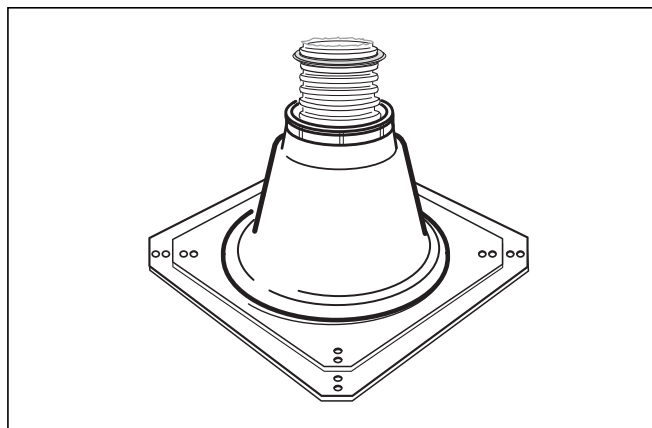

Рис. 4.33 Укороченный гибкий дымоход
- Теперь укоротите гибкий дымоход пилой или ножницами по гофру (см. рис. 4.33) таким образом, чтобы четыре-пять гофров выступали из края основания.